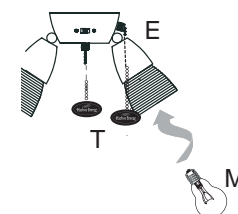

Fig. 8
8. Instale las cuatro bombillas de base candelabro (M) de 40 vatios incluidas. [Fig. 8]
Se pueden fijar las extensiones para las cadenas de encendido (T) provistas en uno de los paquetes de artículos de ferretería a las cadenas de encendido para el ventilador y la luz o usar extensiones para cadenas de encendido hechas a medida (no incluidas). [Fig. 8]